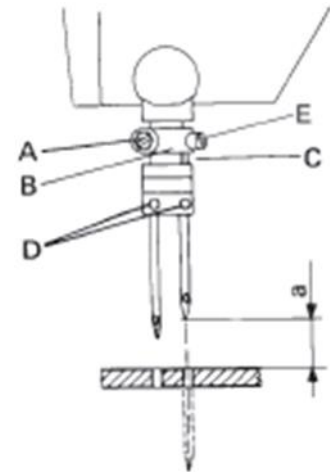

FIG. 1
1. Posición De Las Agujas (Fig. 1)